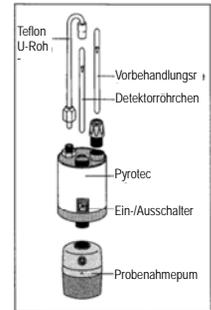

Abb.1
- Setzen Sie das Röhrchen fest so in den Gastec Pyrotec Pyrolyzer ein, dass der Pfeil (G) auf dem Röhrchen zum Gastec Pyrotec Pyrolyzer zeigt (Abb. 1).